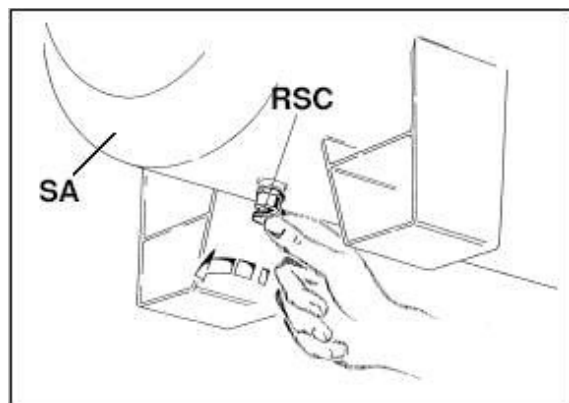

рис.20.
- ☐ Открыть клапан слива конденсата **RSC** (рис.20), при необходимости используя плоскогубцы.